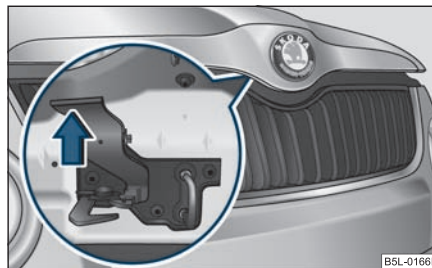

Fig. 205 Rejilla del radiador: Palanca de seguridad
- Tirar de la palanca de seguridad ⇒ página 228, fig. 205, se desbloquea el capó del vano motor.